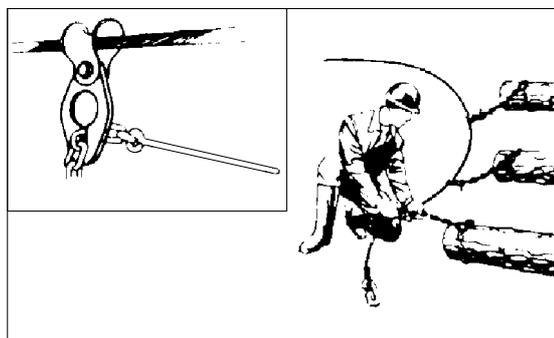

Fig. 24. Bruk en nøkkelhullstrinse til å vinsje flere stokker samtidig.
- Flere tømmerstokker kan hektes opp og vinsjet samtidig, ved hjelp av nøkkelhullstrinse på kabelen. Skrensingsskjedet bør ha en pin i enden, som gjør det enklere å passere under treet. Se fig. 24.